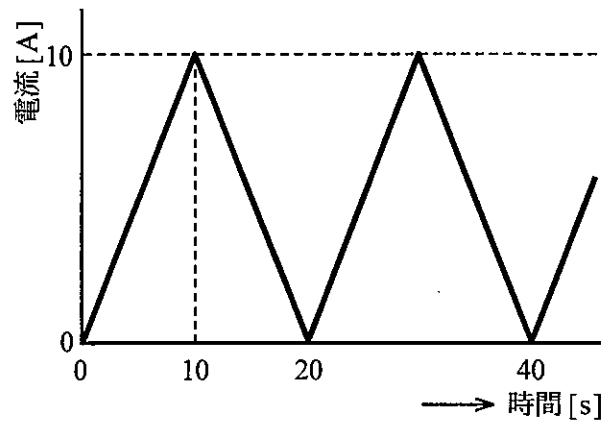

図2
電機子抵抗が 0.3Ω である他励直流電動機が、直流 100V の電源に接続され、機械負荷を駆動している。この直流機は一定周期 20s で反復使用されており、その電機子電流を図2に示す。ここで、励磁電流は一定で、鉄損、整流子とブラシ間の抵抗、及び電機子のインダクタンスは無視できるものとする。また、電機子反作用も無視する。
- 1) この他励直流機の図2の使用法で、時間 t [s] ($0 \leq t \leq 10$) における電機子電流は t [A] となり、そのときの電機子の銅損は $0.3t^2$ [W] となるため、 20s の1周期間の電機子の銅損によるエネルギー損失は $\boxed{F \mid abc}$ [J] となる。また、電機子電流の実効値は $\boxed{G \mid a.bc}$ [A] である。
- 2) 図2の使用法で、 t [s] ($0 \leq t \leq 10$) において直流 100V の電源がこの他励直流機に供給している電力は $100t$ [W] となる。したがって、1周期間に電源が供給するエネルギーは $\boxed{H \mid ab}$ [kJ] である。
- 3) 図2の使用法で、1周期間にこの他励直流機が機械負荷になした仕事は $\boxed{I \mid a.b}$ [kJ] である。